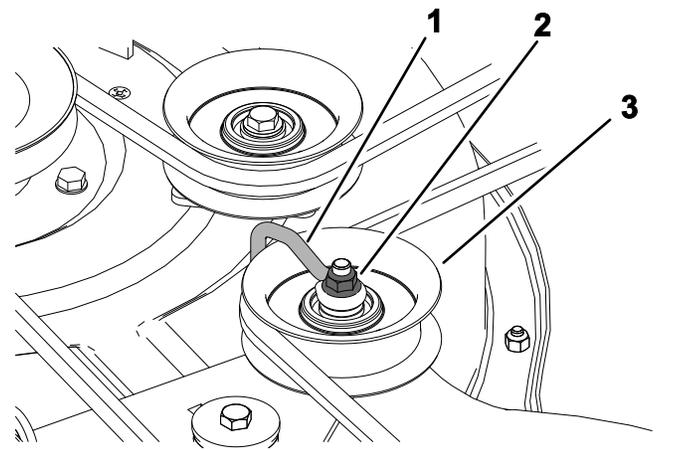

Figura 50
2. Tornillo (3)
5. Afloje la tuerca que sujeta el soporte de alambre a la polea tensora (Figura 50).
**Nota:** Coloque el soporte de alambre contra el brazo tensor, como se muestra en la Figura 50.